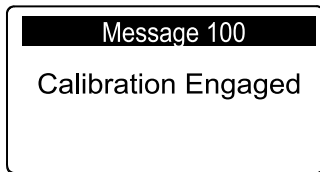

图 68
**注意** 将显示 进行校准 消息图 68 打孔头会缓慢降低。